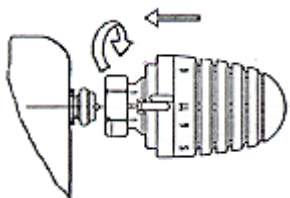

Рис. 5
- 6.3. Снять защитный колпачок с клапана регулировки теплового потока конвектора и установить автоматический терморегулятор-термостат или ручной маховичок (см. рис. 5). Описание термостата см. листок-вкладыш в упаковке термостата.